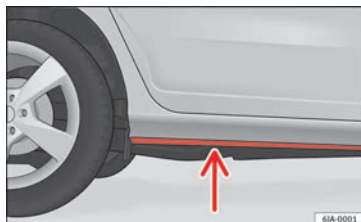

Fig. 179 Passage à gué.
- Évaluez la profondeur de l'eau avant d'entrer. L'eau peut arriver, au maximum, en dessous du longeron inférieur du véhicule **» fig. 179** ;